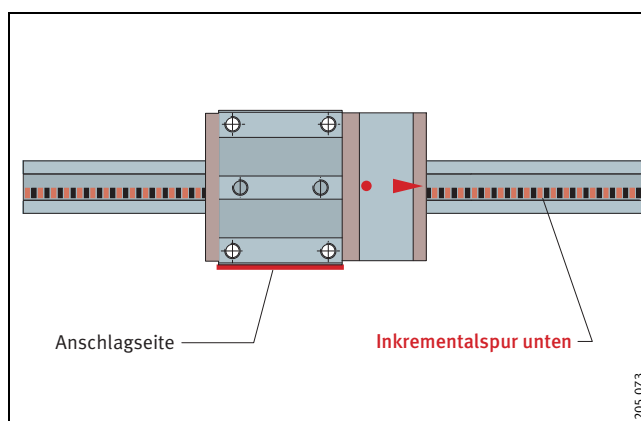

Bild 8 • Messkopf rechts am Wagen
- ist der Messkopf rechts am Führungswagen, dann liegt die Inkrementalspur unten (Bild 8)